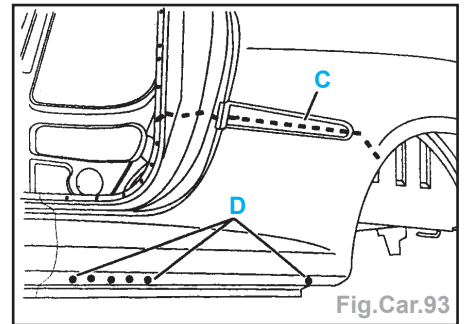

Fig.Car.93
- par points bouchons au MIG (suivant D) et meuler (Fig.Car.93),